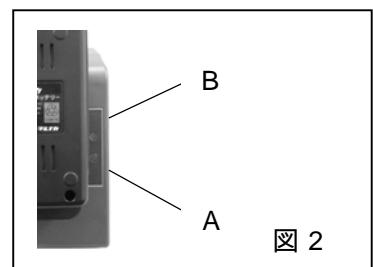

図2
- ③充電器の充電状態表示灯（図2-A）が緑色に点滅し、充電を開始します。緑の点滅が点灯に変われば、充電の完了です。
- ④充電時間の目安は、80～90分です。
- ⑤充電中、もしくは充電式電池を充電器に差し込んだ時点で、充電状態表示灯（図2-B）が赤く点滅している場合は、充電式電池または充電器の異常です。直ちに充電式電池を充電器からはずし、充電器の電源プラグをコンセントからはずして充電をやめてください。対処方法については、下記「充電器の充電状態表示灯について」をお読みください。
- ⑥充電が終われば充電式電池を充電器から外し、充電器の電源プラグをコンセントからはずしてください。